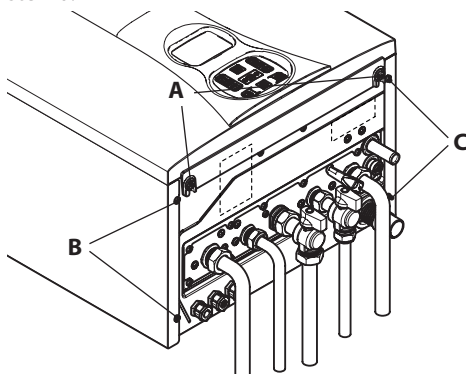
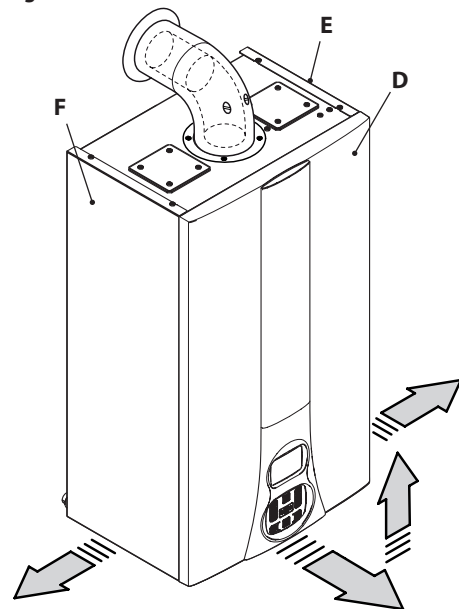

Figura 9.6
Figura 9.7
- Svitare le viti **A** e rimuovere il pannello frontale **D** tirandolo a sé e quindi spingendolo verso l'alto in modo da liberarlo dalle sedi superiori (Figura 9.6 e Figura 9.7).
Allentare le viti **B** e **C** in Figura 9.6 e togliere i due pannelli laterali **E** ed **F** tirandoli verso l'esterno.
te viti **A** (Figura 9.6).